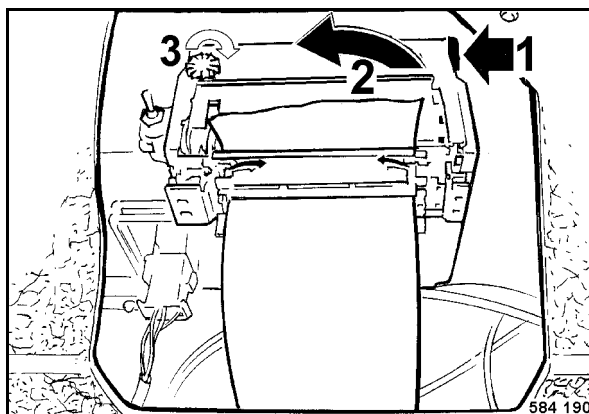

Fig. 119
- Alzar la eclisa en punto 1 (Fig. 119) y sacar la cinta entintada (2) del mecanismo de impresión.
- Primero insertar la nueva cinta entintada en la guía del mecanismo de impresión y apretarlo hacia abajo en la eclisa (1) de la derecha.
- Tensar la cinta entintada con el botón giratorio (3) en el sentido de la flecha.